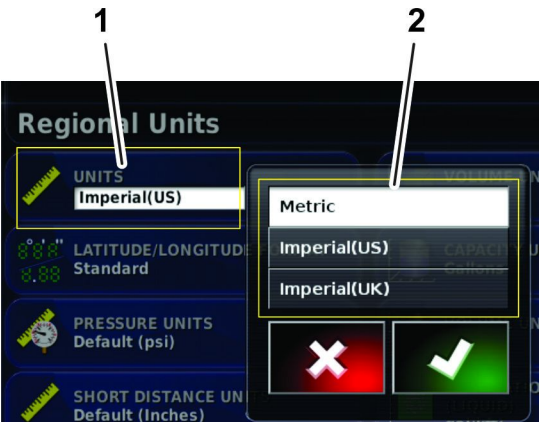

Рисунок 20
- 5. Выберите нужные единицы измерения и норму внесения и нажмите на значок подтверждения (Рисунок 20).